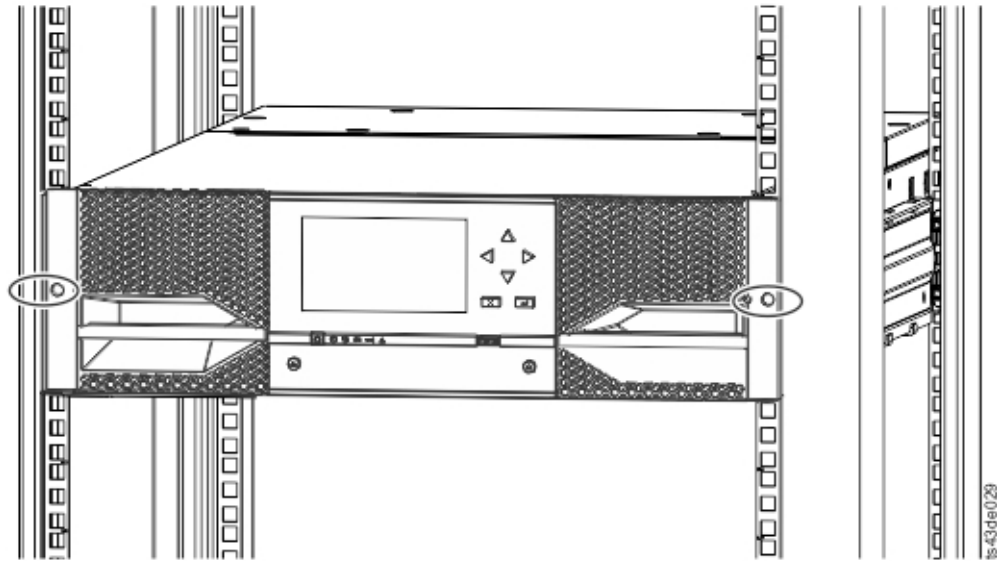

Abbildung 41. Speicherarchiv in Rack
5. Verwenden Sie einen Kreuzschlitz-Schraubendreher, um das Modul mit je einer Schraube an jeder Seite an der Vorderseite des Racks leicht anzuschrauben. Siehe dazu mit einem Kreis versehene Bereiche in Abbildung 41 auf Seite 54.